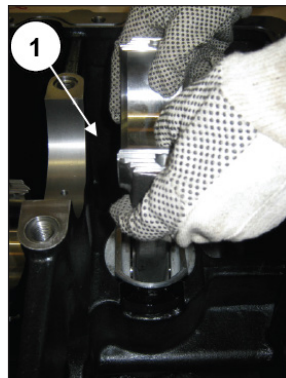
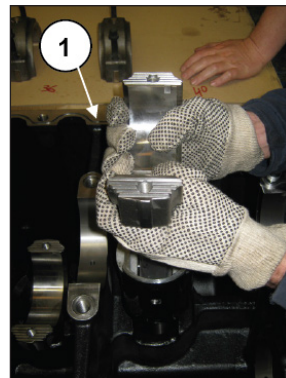

图 39
图 40
继续从汽缸内拧松连杆帽（位置①，图 39），然后取出连杆帽-活塞导轨组件（位置①，图 40）。